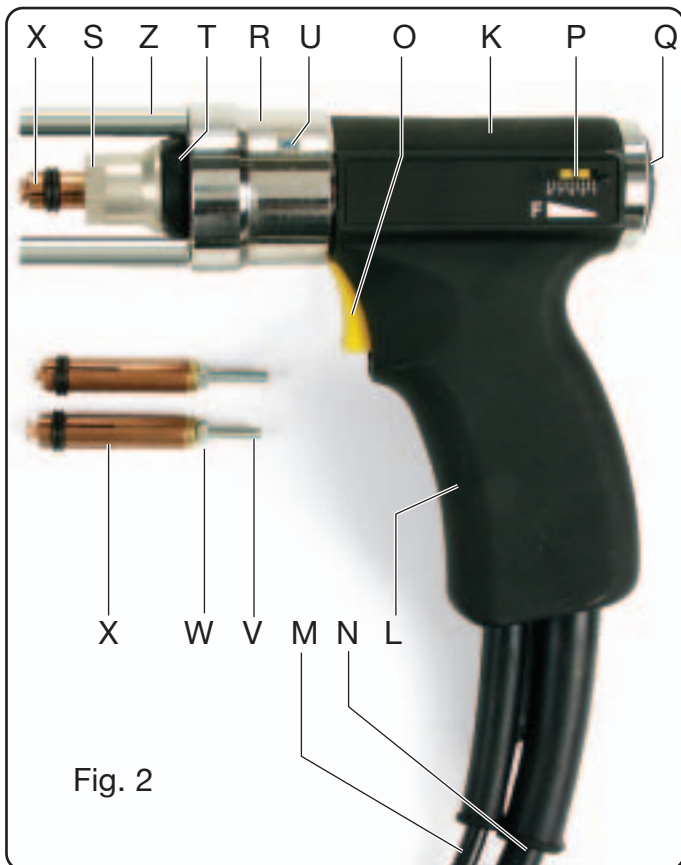

Fig. 2
Insertar la pinza X en el mandril de la pistola (fig. 2), presionarla hasta sentir que se apoya en el fondo y bloquear la tuerca S con la llave hexagonal 17 mm en dotación.
- Insertar el espárrago elegido en la pinza X (previamente regulada como se describe en la Fig. 2)